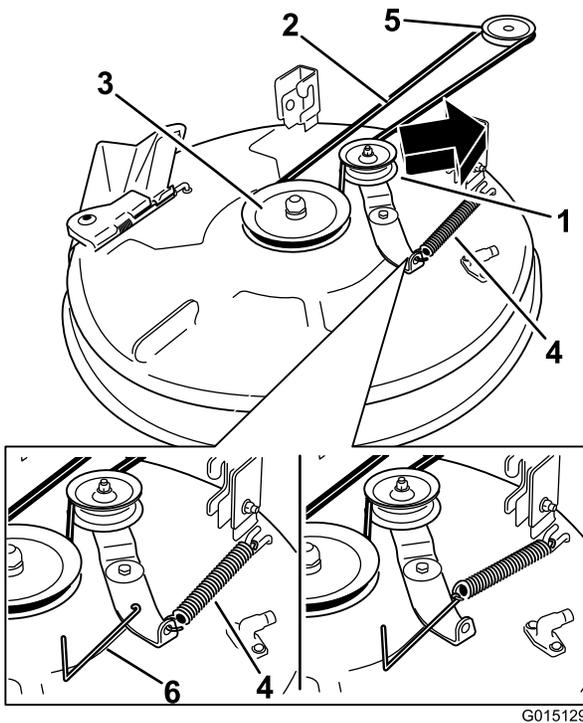

Bild 59
4. Entfernen Sie die Spannscheibenfeder mit einem Werkzeug zur Federentfernung (Toro Bestellnummer 92-5771) vom Mähwerkhebel, um die Spannung von der Spannscheibe zu nehmen, und rollen Sie den Riemen von den Spannscheiben (Bild 59).
5. Verlegen Sie den neuen Riemen um die Motor- und Mähwerkriemenscheiben (Bild 59).
6. Setzen Sie die Spannscheibenfeder mit einem Werkzeug zur Federentfernung (Toro Bestellnummer 92-5771) auf den Mähwerkhaken, um die Spannscheibe und den Mähwerkriemen zu spannen (Bild 59).